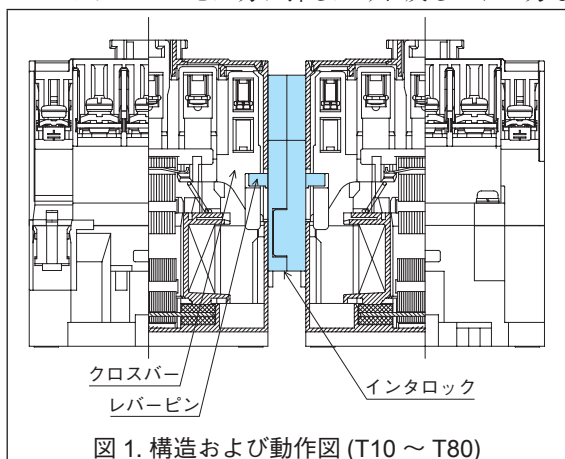
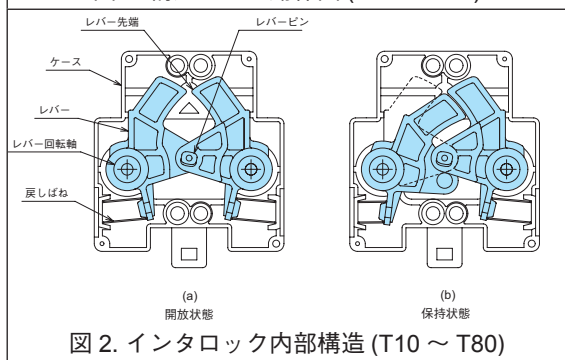
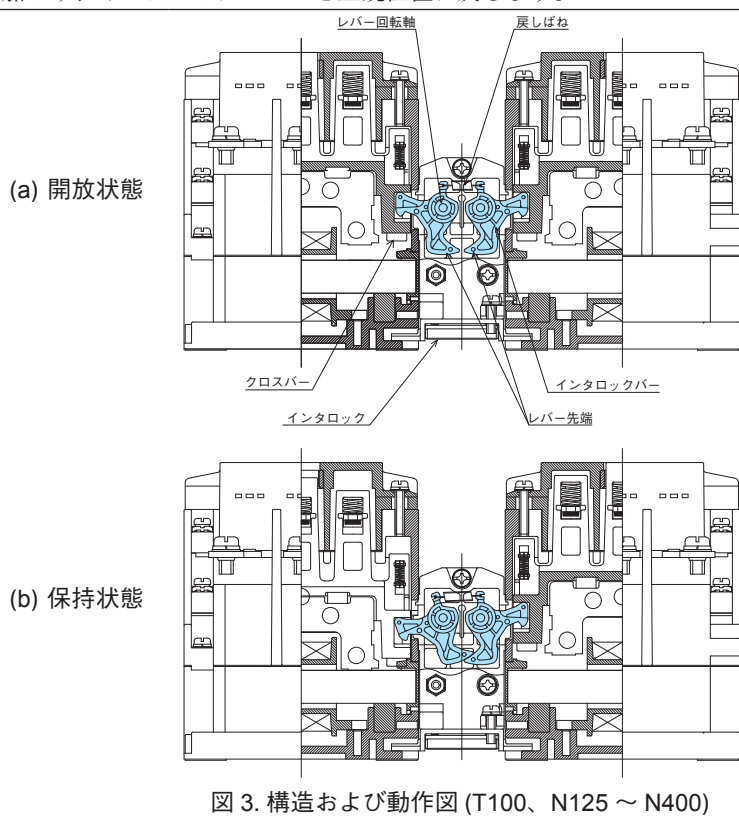

図 1. 構造および動作図 (T10 ~ T80)
図 2. インタロック内部構造 (T10 ~ T80)
図 3. 構造および動作図 (T100、N125 ~ N400)
(1) 開放状態 (図1、2(a)、図3(a))
(2) 投入時 (図2(b)、図3(b))